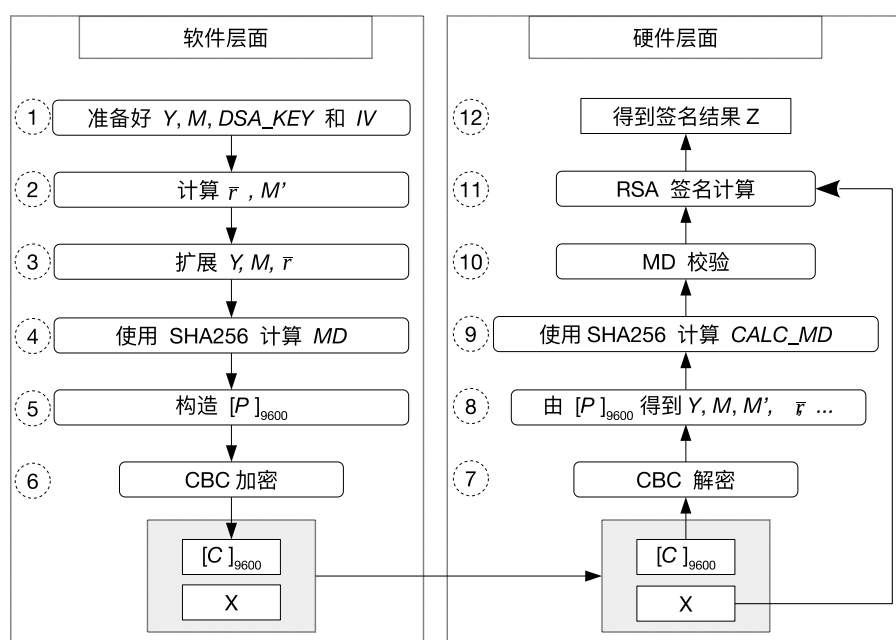

图 22-1. 软件准备工作与硬件工作流程
如果用户想使用 DSA 模块进行数字签名，则需要提前做好软件准备工作，如图 22-1 所示。图中左半部分列出了在硬件开始 RSA 签名计算之前软件需要做的准备工作，右半部分则列出了硬件在整个签名计算过程中的计算流程。
- 即便有多次签名计算，也只需进行一次软件准备工作（图 22-1 左侧），但每一次签名计算都需要重新进行硬件运算（图 22-1 右侧）。
用户需要依照图 22-1 左侧中指定的步骤来计算 C 。详细过程如下：
1. 解析阶段, 即图 22-1 中的步骤 7 和步骤 8
解析过程是图 22-1 中步骤 6 的逆过程。DSA 模块将调用 AES 硬件加速器以 CBC 块模式对输入的密文信息 C 进行解密, 获取明文信息。该过程可以表示为 $P = \text{AES-CBC-DEC}(C, DSA\_KEY, IV)$ 。其中, IV 就是 $[IV]_{128}$, 由用户直接指定; $[DSA\_KEY]_{256}$ 由硬件 HMAC 提供, 通过存储在 eFuse 中的 $HMAC\_KEY$ 得到, 软件无法获取。
2. 校验阶段, 即图 22-1 中的步骤 9 和步骤 10
DSA 模块会执行两种校验操作: MD 校验和填充 (padding) 校验。由于填充校验和 MD 校验同步进行, 因此填充校验未在图 22-1 中体现。
3. 计算阶段, 即图 22-1 中的步骤 11 和步骤 12